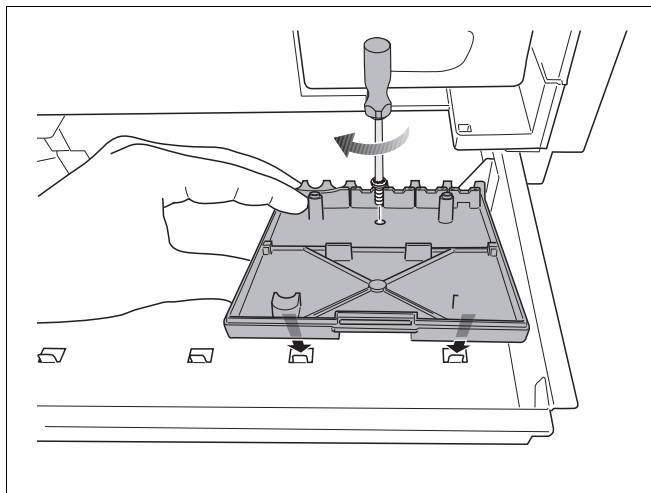

Fig. 40 Montaggio del supporto a muro
- Installare il supporto a muro (accessorio del modulo funzione) nell'alloggiamento desiderato del cassetto (fig. 40).